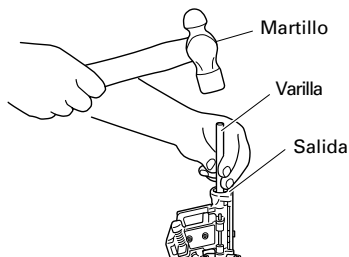

Fig. 11
- (1) Extraiga el rodillo de los clavos del cartucho, abra la guía de los clavos, inserte una varilla en la salida y golpee la varilla con un martillo (Fig. 11).